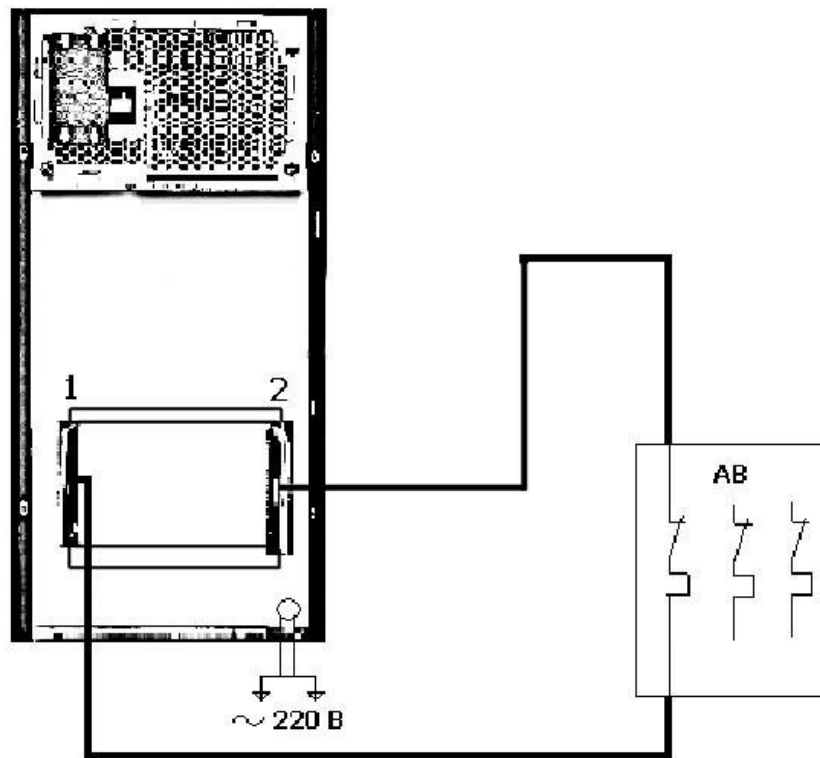

Рис.5. Схема подключения комплекта для проверки автоматических выключателей
**ВНИМАНИЕ:** Питание комплекта должно осуществляться от сети 220В с силой тока нагрузки 80А (рис. 5)
После подключения комплекта к сети 220В согласно рис.5 включается автоматический выключатель защиты и клавиша включения управления. После появления индикации приступить к испытаниям.